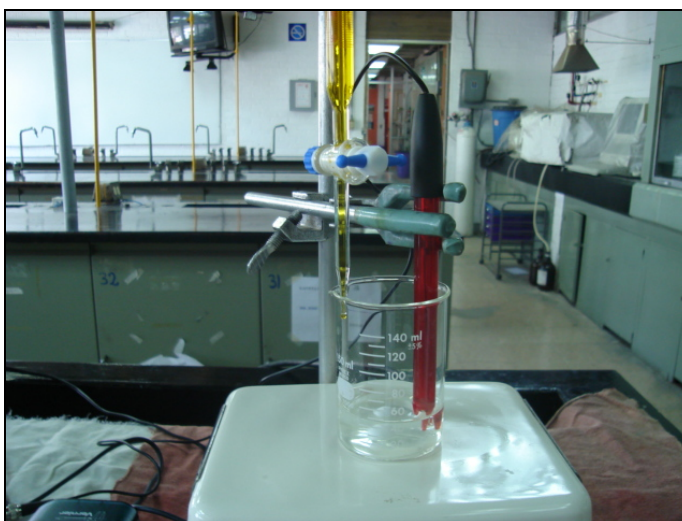

Figura 7. ORP. Montaje del punto 3 del procedimiento.
3. Se utiliza una pinza de soporte para suspender el Sensor ORP como se muestra en la Figura 7. ORP. Se sitúa el sensor en la solución de sulfato ferroso amoniacal y se ajusta a que su posición quede dentro y en un lado del vaso de precipitados para que no vaya a interferir con la barra magnética.